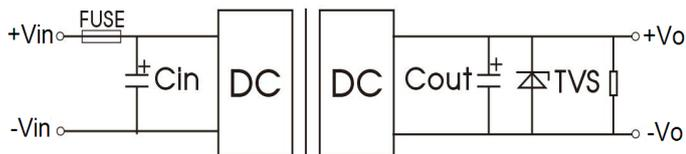

图 1
- (1)产品测试及应用时,请按照(图1)推荐的测试电路进行;至少保障外接一个高分子聚合物电容 $C_{in}(\geq 220\mu F)$,用于抑制输入端可能产生的浪涌电压。
- (2)如果产品输入端并联瞬变能量较大的电路(如并联电机驱动电路),或会导致产品输入电压被拉低,此时关注产品输入电压的波动,建议适当增大输入端电容 C_{in} 的容值,以保障输入端电压稳定,避免输入电压低于欠压保护点导致产品重复启动的情况。
- (3)如果产品输出端为感性负载时(如继电器,电机),建议在容性负载规格内增大输出电容 C_{out} 容值,并增加TVS管,用以滤除电压尖峰
- (4)如需进一步减少输入输出纹波,可适当加大外接电容 C_{in}, C_{out} 容值或选用串联等效阻抗值小的外接电容,外接电容 C_{out} 容值不能大于产品的最大容性负载。